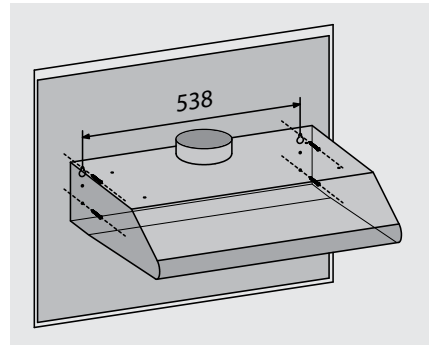

Figura 10
- Apoyando la cara posterior de la campana sobre la superficie de instalación, marque los puntos donde se ubicarán los tornillos. Verifique que las medidas entre perforaciones coincidan con las indicadas en la (Figura 10).